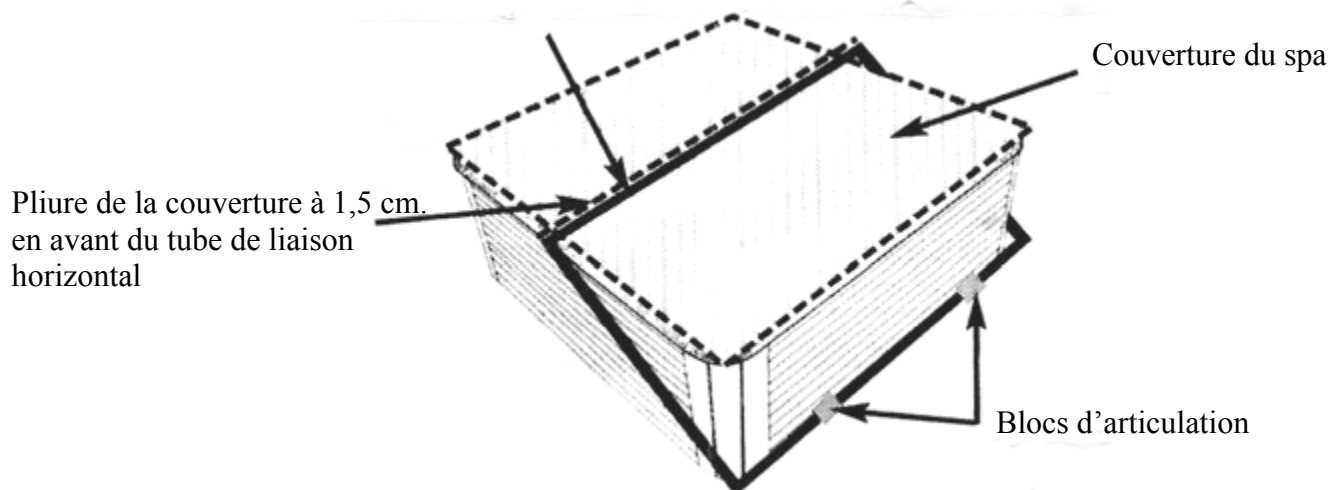

Figure 4
- 5) Posez la partie supérieure de l'**E-Z Lifter** sur le dessus du spa et la partie inférieure à la base du spa à l'endroit où l'**E-Z Lifter** doit pivoter. Vérifiez les mesures d'assemblage et assurez vous que l'**E-Z Lifter** se soulèvera et s'abaissera sans toucher les côtés du spa. Assurez vous que le tube de liaison horizontal supérieur soit en retrait de 1,5 centimètre environ par rapport à la pliure centrale de la couverture. (Voir figure 4)